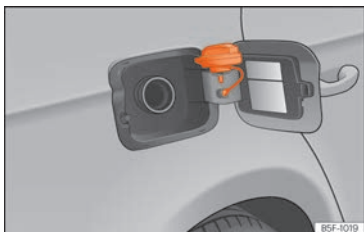

Abb. 308 Tankklappe mit aufgestecktem Tankverschluss.
- Platzieren Sie den Verschluss in der Ausparung, die sich im Scharnier der geöffneten Tankklappe befindet »» **Abb. 308**.